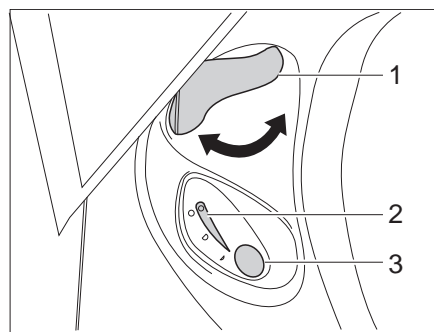

Fig. 149 Unité de commande des toilettes Thetford
- Avant d'actionner la chasse d'eau, ouvrir le curseur des toilettes Thetford. Tourner pour cela le levier du curseur (Fig. 149,1) dans le sens inverse des aiguilles d'une montre.
- Pour actionner la chasse d'eau, appuyer sur le bouton bleu (Fig. 149,3).
- Après avoir actionné la chasse d'eau, fermer le curseur. Tourner le levier du curseur (Fig. 149,1) dans le sens des aiguilles d'une montre.
Le voyant de contrôle (Fig. 149,2) s'allume lorsque la cassette Thetford doit être vidée.
- Tourner le levier du curseur (Fig. 149,1) dans le sens des aiguilles d'une montre. Le curseur se ferme. Pour la vidange il **faudrait** que le curseur des toilettes Thetford soit fermé.